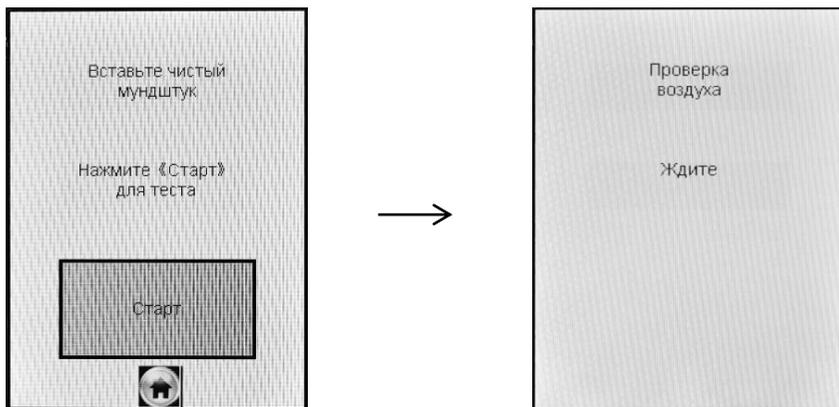

Рисунок 12 – Начало процедуры измерений
2.7.6 Когда данные всех полей будут введены, на экране появится окно с сообщением «Вставьте чистый мундштук» (рисунок 12, слева).
При нажатии на кнопку «**Старт**» происходит отбор пробы воздуха для выполнения автоматической проверки отсутствия этанола и других компонентов, которые могут оказать влияние на показания анализатора, в окружающем воздухе, в заборной системе анализатора и в мундштуке (рисунок 12, справа):